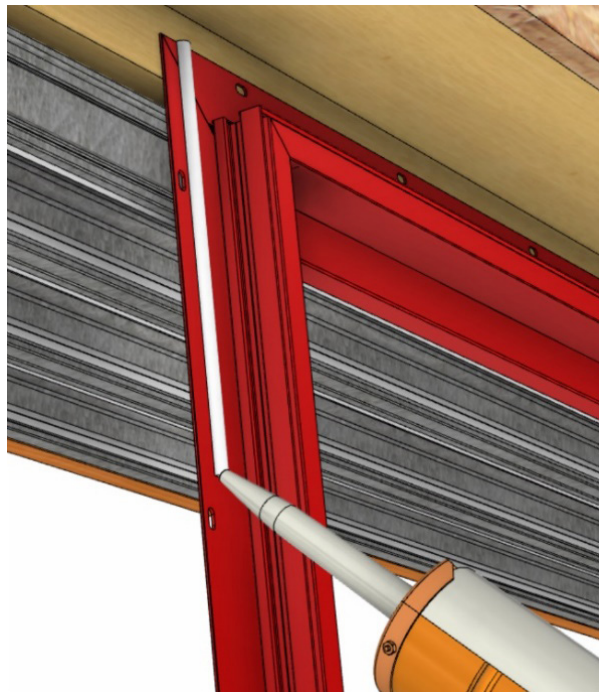

Fig PKT 6
- Aplique una línea continua de silicón en el exterior de la brida del revestimiento del marco del hueco (Fig. PKT 6).